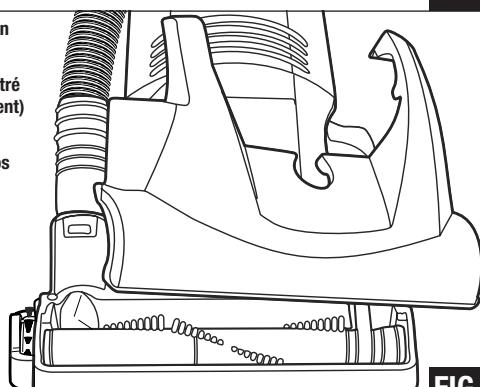

FIG. 23
Step 3: Lift hood to remove (FIG. 23).
Étape 3 : Soulever le capot pour l'enlever (FIG. 23).
Paso 3: Levante la tapa para quitarla (FIG. 23).